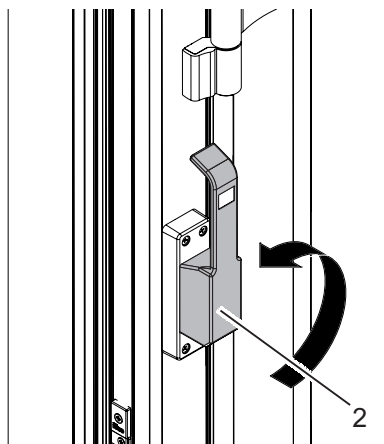

Fig. 4: Poignée de crémone vers le haut = fonction vantail coulissant
2. Déplacer le cas échéant la crémone (Fig. 4) à 180° vers le haut sur la fonction vantail coulissant.